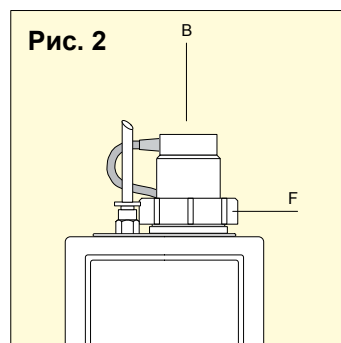

Рис. 2
Открутите поджимную гайку (F), чтобы снять держатель датчика (B) со штуцера подачи газа экстрактивного модуля ХТ – рис. 2.